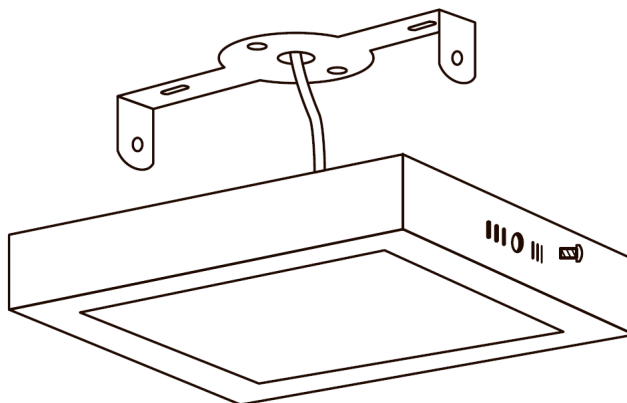

Рис. 3
6.3.4 Установите светильник на монтажную пластину и зафиксируйте его с помощью двух крепежных винтов (Рисунок 3).